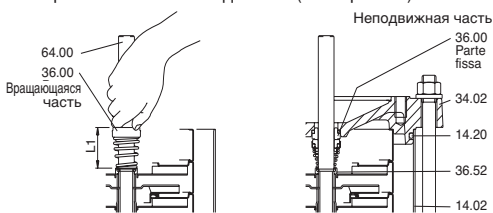

Рис. 5 Установка механического уплотнения
7. снять верхнюю крышку (34.02) с вала (64.00) и наружного кожуха (14.02) – или вместе с наружным кожухом извлечь из корпуса насоса (14.00) – используя молоток или рычаг и выполняя извлекающие движения поочередно в диаметрально противоположных точках (рис. 5с).
Насадите вращающуюся часть на вал (64.00) до упорного кольца (36.52), оставая пружину в разжатом состоянии. Проверьте длину до и после насадки и поднимите вращающееся кольцо до начальной длины (L1 на рис. 5). Таким образом обеспечивается правильное сжатие пружины при установке неподвижной части и после закрепления вала в соединении (L2 на рис. 6b).